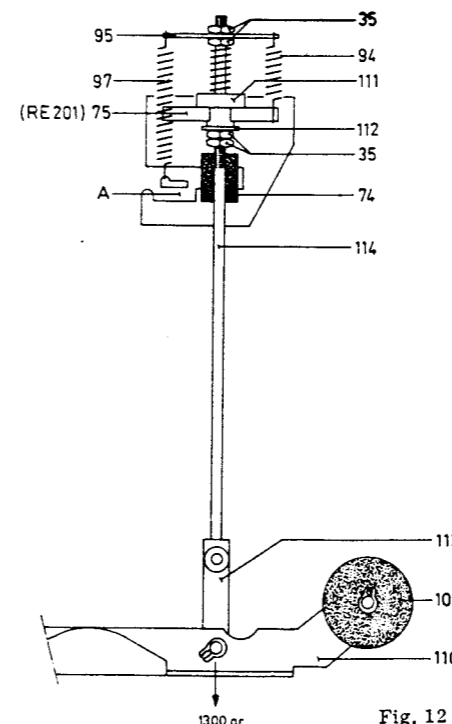

Fig. 12
Einstellen des Andruckrollenmagneten (siehe Abb. 12 und 20)
- Einstellen geschieht durch Biegen von Nocken A (siehe Abb. 12).